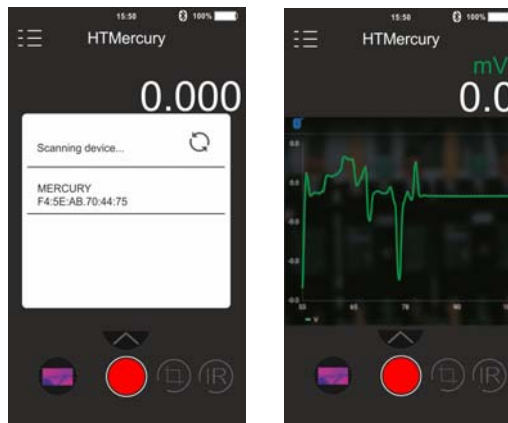
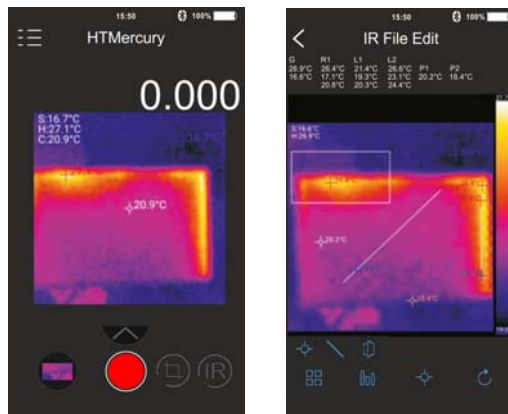

Fig. 44: Comunicazione con APP HTMercury
Fig. 45: Applicazioni dell'APP HTMercury
4. Eseguire la ricerca dello strumento sulla APP (vedere Fig. 44 – parte sinistra)
5. La visualizzazione in tempo reale del segnale in ingresso allo strumento è presente sul dispositivo mobile (vedere Fig. 44 – parte destra) ed è possibile salvare screenshots e attivare/salvare registrazioni dai menu interni dell'APP. E' inoltre possibile salvare screenshots di immagini termografiche e inserire su esse oggetti per analisi avanzata (vedere Fig. 45). Vedere l'Help on line dell'APP per maggiori dettagli